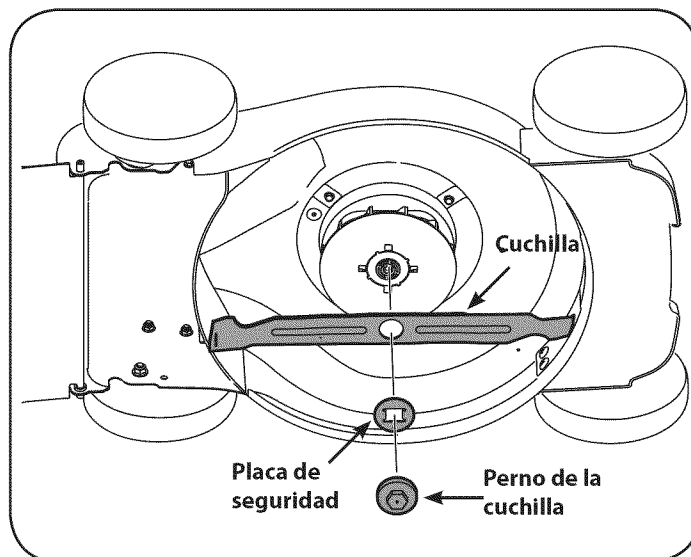

Figura 15
3. Afloje y saque el perno de la cuchilla, la placa de seguridad y la cuchilla. Vea la Figura 15.